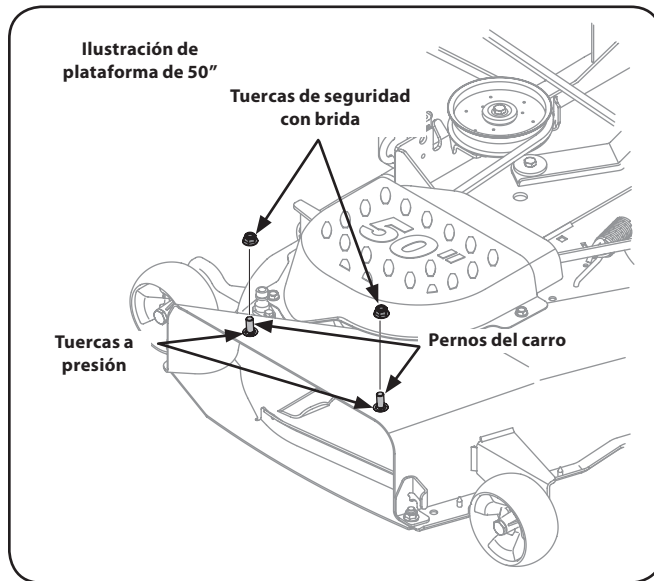

Figura 3-6
2. Retire las tuercas de seguridad con brida de la plataforma. No extraiga las tuercas a presión ni los pernos del carro, déjalos en su lugar facilitará la instalación del canal. Vea la Figura 3-6.